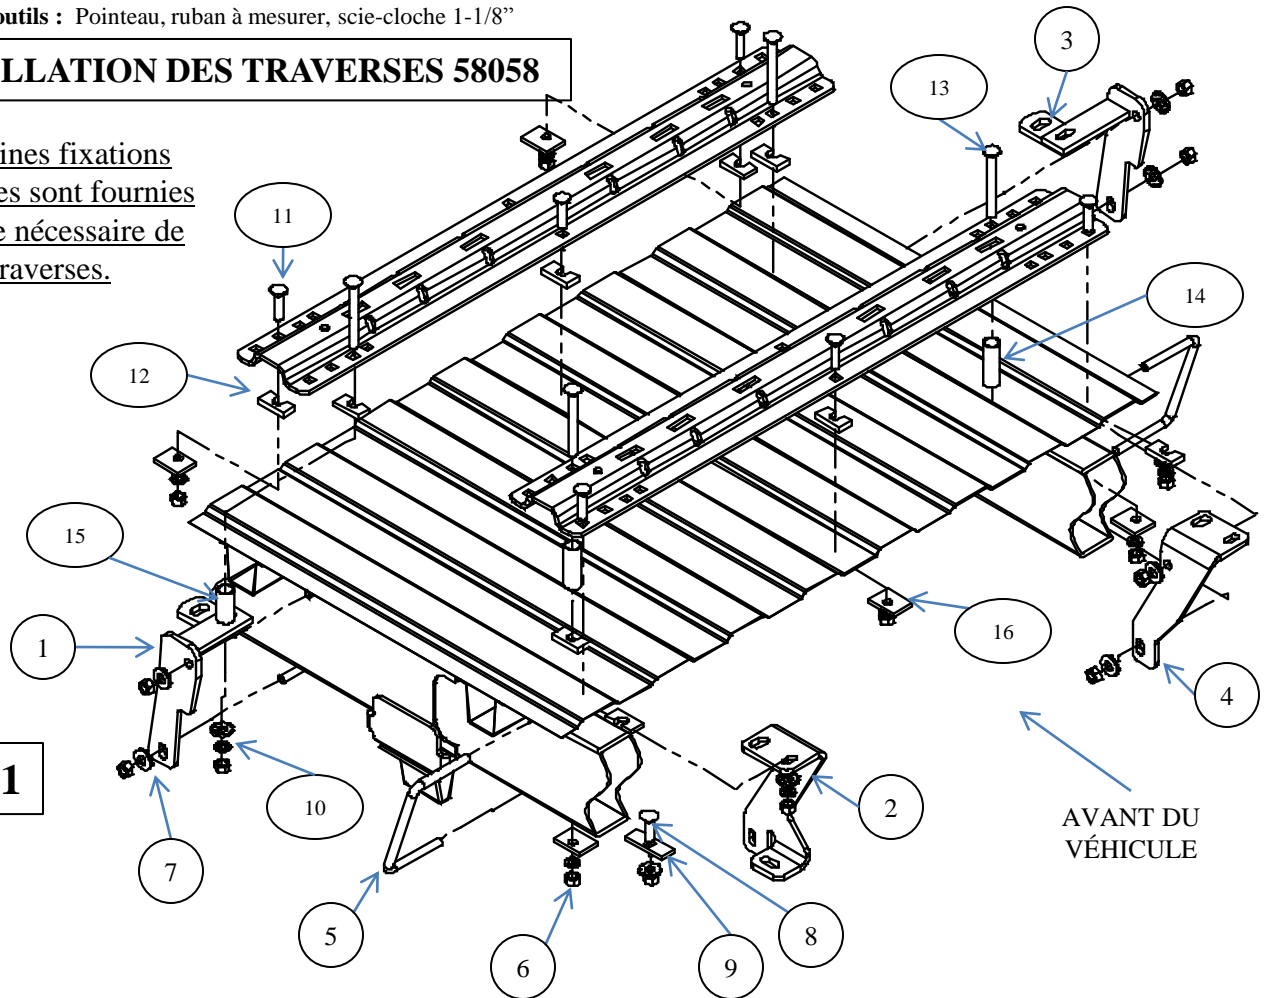

FIG. 1
Les numéros d'article proviennent des figures 1 et 2 de la page précédente.
5. Placer temporairement les supports de cadre arrière sur l'intérieur du cadre comme illustré aux Figs 1 et 2 et vérifier que les trous percés de 1/8 po s'alignent sur les fentes du support de cadre. Enlever le support de cadre du véhicule si les trous s'alignent. Sinon, ajuster les trous 1/8 po de façon qu'ils s'alignent correctement.
- a) Placer les supports arrière sur l'intérieur du cadre, comme illustré aux Figures 1 et 2.
9. Poser les boulons de carrosserie 1/2 x 2 po avec les espaceurs en forme de U dans les trous arrière des supports arrière. Placer les espaceurs en forme de U entre le support et la plateforme, comme illustré à la Figure 1, afin d'éviter l'affaissement de la plateforme lors du serrage des boulons. Il se peut que les espaceurs en U doivent être posés sous la plateforme et au-dessus du support de cadre si l'on perce dans les sections hautes des ondulations de la plateforme.
11. Poser le boulon de carrosserie 1/2 x 2 po dans le trou central de la traverse arrière, comme illustré à la Figure 1. Placer un espaceur en U entre la traverse et la plateforme, et poser le boulon dans le bas à l'aide d'une plaque 1-1/2 x 2, d'une rondelle frein 1/2 po et d'un écrou hexagonal.
- a) Placer les supports avant sur l'extérieur du cadre, comme illustré aux Figures 1 et 2. Une partie des supports de cadre se trouveront sous le support de plateforme.
15. Poser les boulons de carrosserie 1/2 x 2 po et les espaceurs en U dans la rangée avant de la traverse, comme illustré à la Figure 1. Placer les espaceurs en U entre la traverse et la plateforme. Pour poser les boulons de carrosserie dans les supports de cadre avant, utiliser des rondelles coniques 1/2 po, des rondelles freins 1/2 po et des écrous hexagonaux. Poser les boulons 1/2 x 4-1/2 po dans les 2 trous arrière. Utiliser un boulon 2 po pour le trou central. Insérer des espaceurs tubulaires 2-1/16 po entre le bas de la plateforme et le support de cadre. Poser les espaceurs en U entre la traverse et la plateforme. Poser des rondelles striées, des rondelles frein et des écrous 1/2 po sur les boulons.